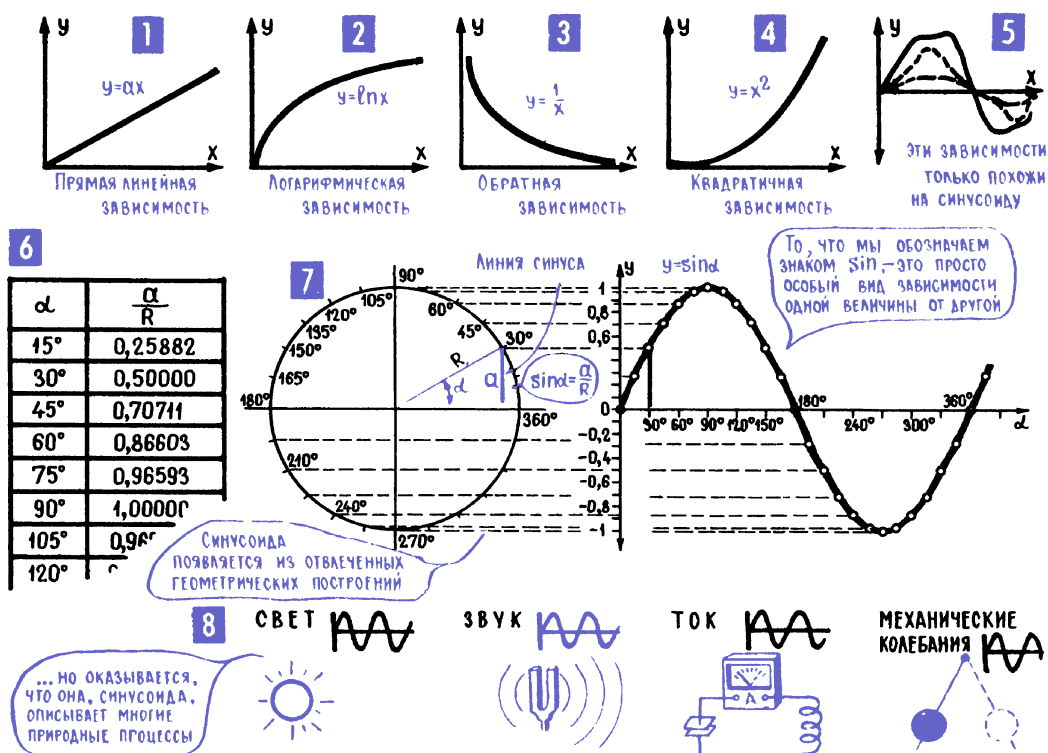

Рис. 6.10. Различные виды зависимостей физических величин
11. Замечательная кривая – синусоида описывает множество самых разных процессов. В мире происходит бесчисленное множество естественных и искусственных процессов, в которых одни какие-нибудь величины зависят от других каких-нибудь величин. Температура звезды зависит от плотности ее вещества, вес зайца – от количества съеденной им травы, скорость автомобиля – от количества сжигаемого бензина, ток в цепи – от ЭДС генератора и т. д. и т. п. Зависимости эти бывают самые разные (рис. 6.10), в том числе и описываемые чрезвычайно сложными уравнениями. Посреди всех возможных зависимостей одной величины от другой особое место занимает та, которую мы называем синусоидальной. Она была открыта очень давно при исследовании некоторых геометрических построений, но потом оказалось, что именно такая синусоидальная зависимость характерна для самых различных природных явлений.
У синусоиды чисто табличное происхождение. Если мобилизовать фантазию, то можно представить себе, как безвестный древний математик нарисовал круг, провел через центр две перпендикулярные оси и, вращая по кругу радиус, стал измерять длину линии a , которую он назвал «линией угла», или, что то же самое, «линией синуса» (рис. 6.0; 7). Свои измерения наш математик свел в таблицу (рис. 6.10; 6), в которой было всего два столбца: угол поворота радиуса α и цифра, показывающая, какую часть от длины радиуса R составляет при данном угле α длина линии синуса a . По этой таблице затем была построена кривая, которую мы и называем синусоидой. Можно, конечно, нарисовать много кривых, похожих на синусоиду (рис. 6.10; 5), но синусоидой называется только одна (рис. 6.10; 7). Именно та, которая в точности соответствует таблице (рис. 6.10; 6).
О замечательных особенностях синусоиды, о том, почему она оказалась столь универсальной, можно написать целые тома: по синусоиде меняется энергия звуковой волны, скорость маятника, отклонение колеблющейся струны, ЭДС в проводнике, который вращается в магнитном поле, и происходят тысячи других процессов (рис. 6.10; 8). Но сейчас нас прежде всего интересует одна особенность синусоидальной зависимости, которую трудно заметить, если всмотреться в ее график.